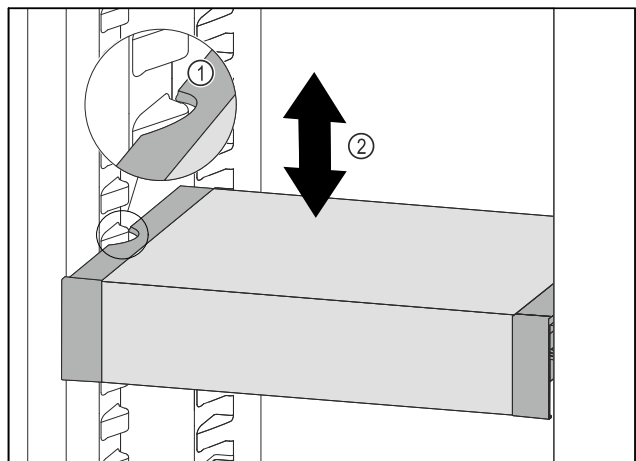

Fig. 137
- ▶ Потягнути VarioSafe вперед, поки бокові заглиблення VarioSafe не опиняться на рівні ребра для резервуара в охолоджувальному відділенні. Fig. 137 (1)
- ▶ Пересувайте VarioSafe вгору або вниз в охолоджувальному відділенні до тих пір, поки не досягнете бажаної висоти. Fig. 137 (2)